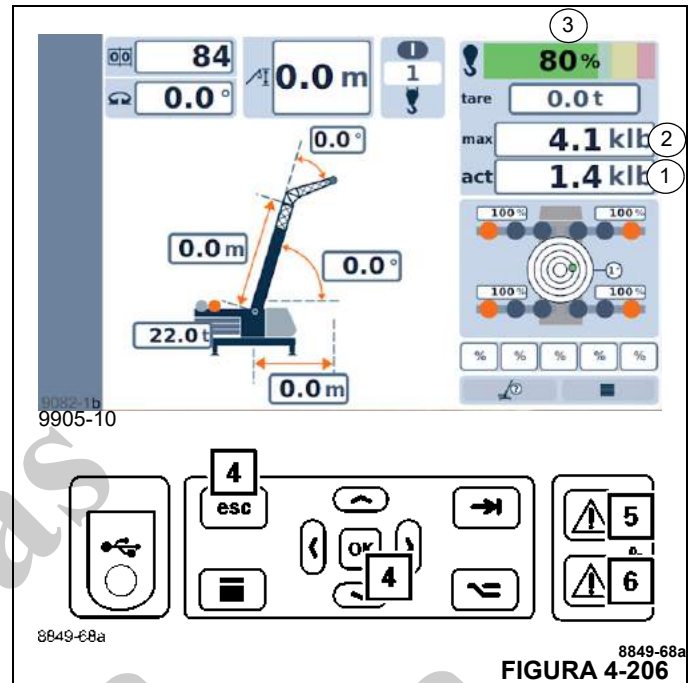

FIGURA 4-206
- Após cinco segundos, será possível desligar o tom de campainha usando o botão (4, Figura 4-206).
- A lâmpada (6) acenderá.
- O mostrador (3) exibe o grau de utilização atual, por exemplo, 100%; a barra fica vermelha.
- O valor no mostrador (1) é igual ou maior ao valor no mostrador (2).